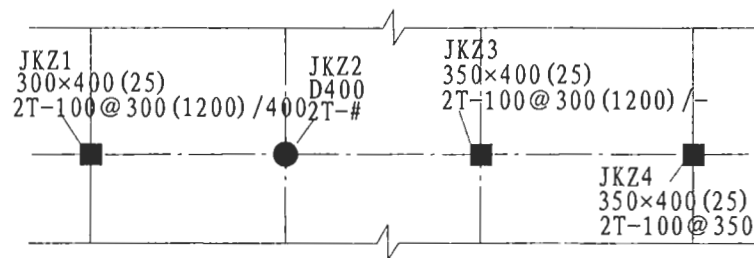

图 2.4.5 碳纤维加固柱平面注写方法示例
2.4.5 碳纤维加固柱施工图采用平面注写方法绘制时，应注写的内容包括：柱编号、原柱截面尺寸、倒角半径、碳纤维布层数、宽度和间距，见表 2.4.5 和图 2.4.5（本图集第 15 页）。
柱编号	见图 2.4.5
原柱截面尺寸及倒角半径	见图 2.4.5
碳纤维布层数、宽度与间距	见图 2.4.5